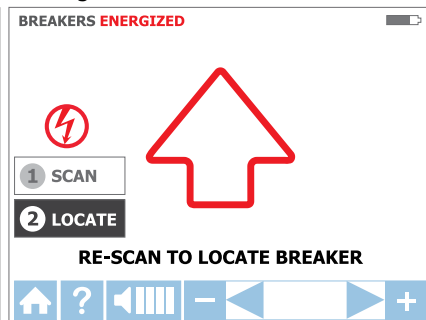
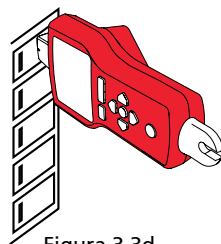

Figura 3.3c
Figura 3.3d
2. Rastreie cada disjuntor por meio segundo tocando com a ponta do sensor. Verifique se o sulco no Sensor de Ponta está paralelo ao comprimento do disjuntor (Veja Figura 3.3d)
Passo 2 - ❷ LOCALIZAR:
1. Selecione modo LOCALIZAR Energizado, utilizando as setas direcionais para destacar este modo de operação e pressionando o botão amarelo "ENTER". (Vide figura 3.3c)
2. Rastreie novamente cada disjuntor tocando cada um com o Sensor de Ponta por meio segundo. A seta vermelha ativa indica processo de rastreamento (veja a Figura 3.3c). Verifique se o sulco no Sensor de Ponta está paralelo ao comprimento do disjuntor.(Veja Figura 3.3d)